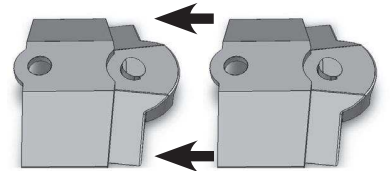

Figura 1: Deslice las piezas hasta que encajen. Tire para comprobar que están bien unidas.
- Para ensamblar los segmentos, conecte las piezas macho y hembra, como se muestra en la Figura 1.